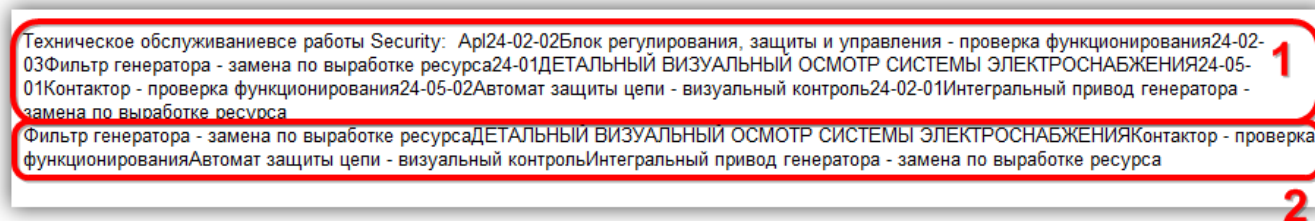

Рис. 12-93 – XML файл вида ТО в Internet Explorer
Созданный файл для вида ТО может быть открыт на просмотр в программе Internet Explorer (рис. 12-93).
– «Обозначение» вида ТО; «Обозначение MRBR» и «Наименование» для каждой техкарты (1 на рис. 12-93);
– «Наименование» для каждой ТК (2 на рис. 12-93).